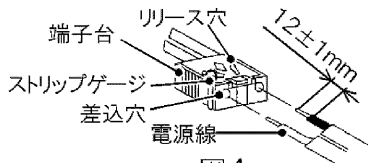

図4
- ③ 電源電線を確実に端子台の奥まで差し込んでください。(図4)